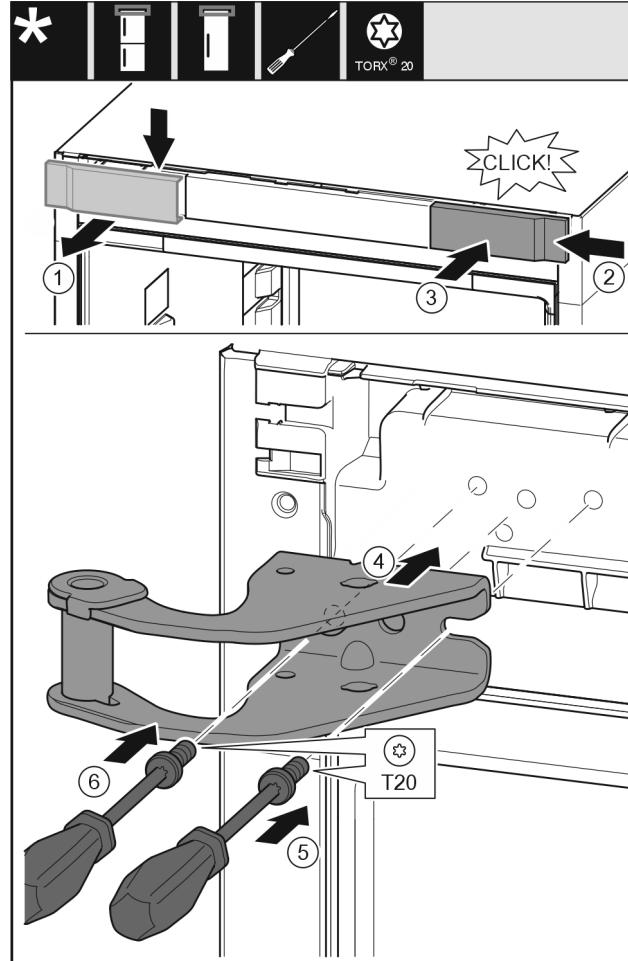

Fig. 11
- Снимите крышку Fig. 11 (1) сверху вперед.
- Навесьте крышку Fig. 11 (2), повернув ее на 180°, справа с другой стороны.
- Зафиксируйте крышку Fig. 11 (3).
- Установите верхний опорный кронштейн Fig. 11 (4).
- Установите и затяните винт Fig. 11 (5) отверткой.
- Установите и затяните винт Fig. 11 (6) отверткой.